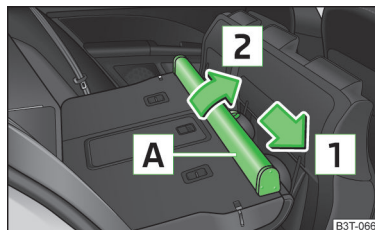

Fig. 120
- Împingeți carcasa [A] în sensul săgeții [1] și scoateți-o din elementele de prindere ale scaunului din spate, în sensul săgeții [2] » fig. 120.
- Introduceți degajările carcasei [A] » fig. 120 în elementele de prindere din spătarul scaunului din spate.